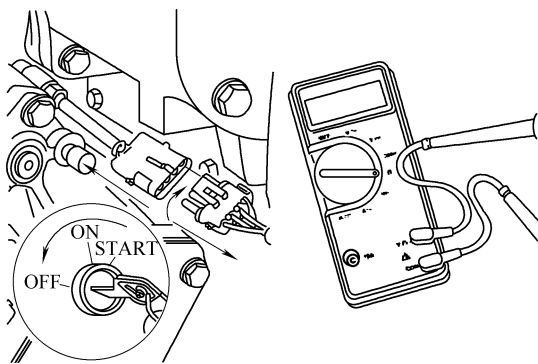

图 4-20 线圈电阻检查
(13) 线圈电阻检查
① 断开钥匙开关, 从线圈上断开线束, 调整万用表, 如图 4-20 所示。